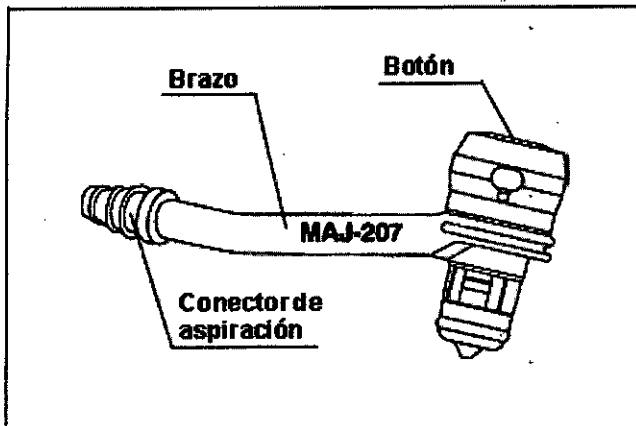

Figura 3.6
1. Asegúrese de que la válvula no esté doblada o rota (véase Figura 3.6).